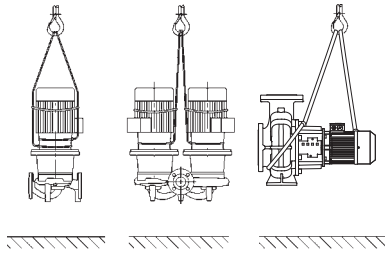

Fig. 32: Transport av pumpen
- Transportløkkene på motoren fungerer kun for å lede reimene ved optak av lasten (Fig. 32).